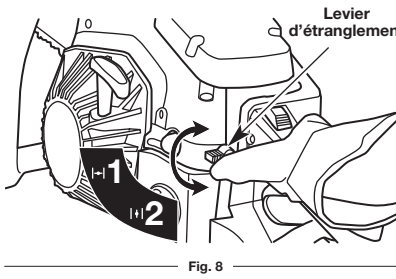

Fig. 8
- Mettez le levier d'étranglement en position 1 (Fig. 8). La manette des gaz sera alors bloquée en position d'ouverture maximum.
Ne pas toucher la gâchette de la manette des gaz. Mettez le levier d'étranglement en position 2 (Fig. 8).